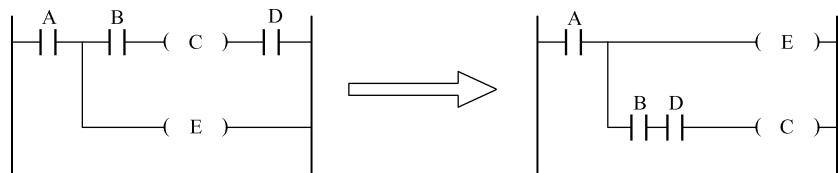

图 2-15 梯形图编程规则
- (1) 触点只能与左母线相连，不能与右母线相连，如图 2-15 所示。
- (2) 线圈只能与右母线相连，不能直接与左母线相连，右母线可以省略。
- (3) 线圈可以并联，不能串联连接。
- (4) 应尽量避免双线圈输出。